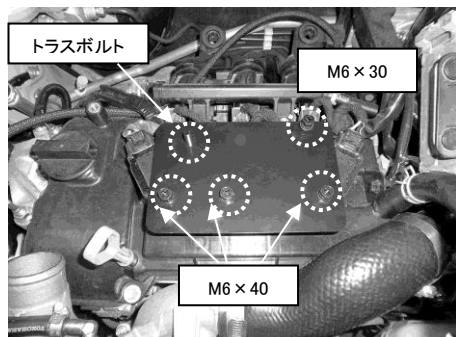

図 10
8) 配置したカラーの上にブラケットを置き、ボルトを使用し固定します。(図 10 参照)